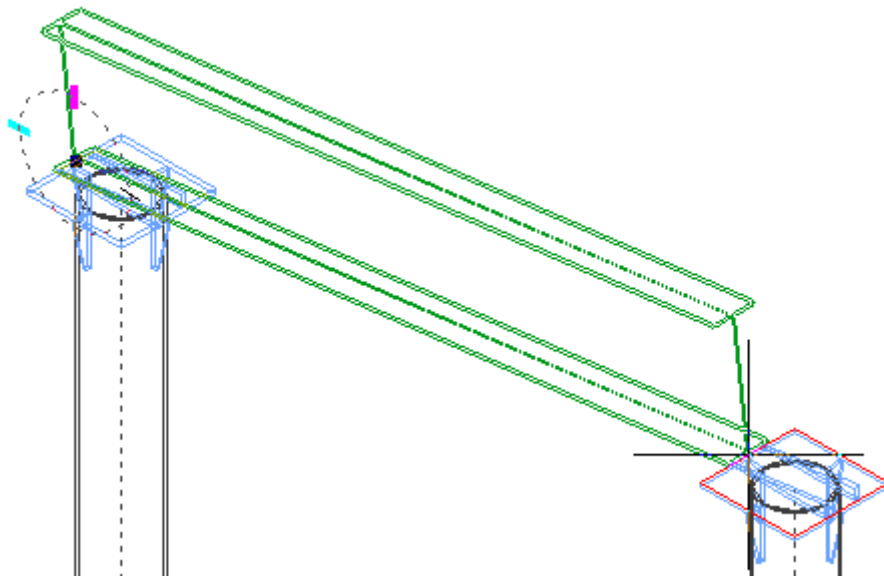

Рисунок 63
Чтобы выдержать необходимый угол достаточно разместить балку следующим образом (Рисунок 63):
- Привязаться к верхнему листу большей колонны, как показано на Рисунок 63.